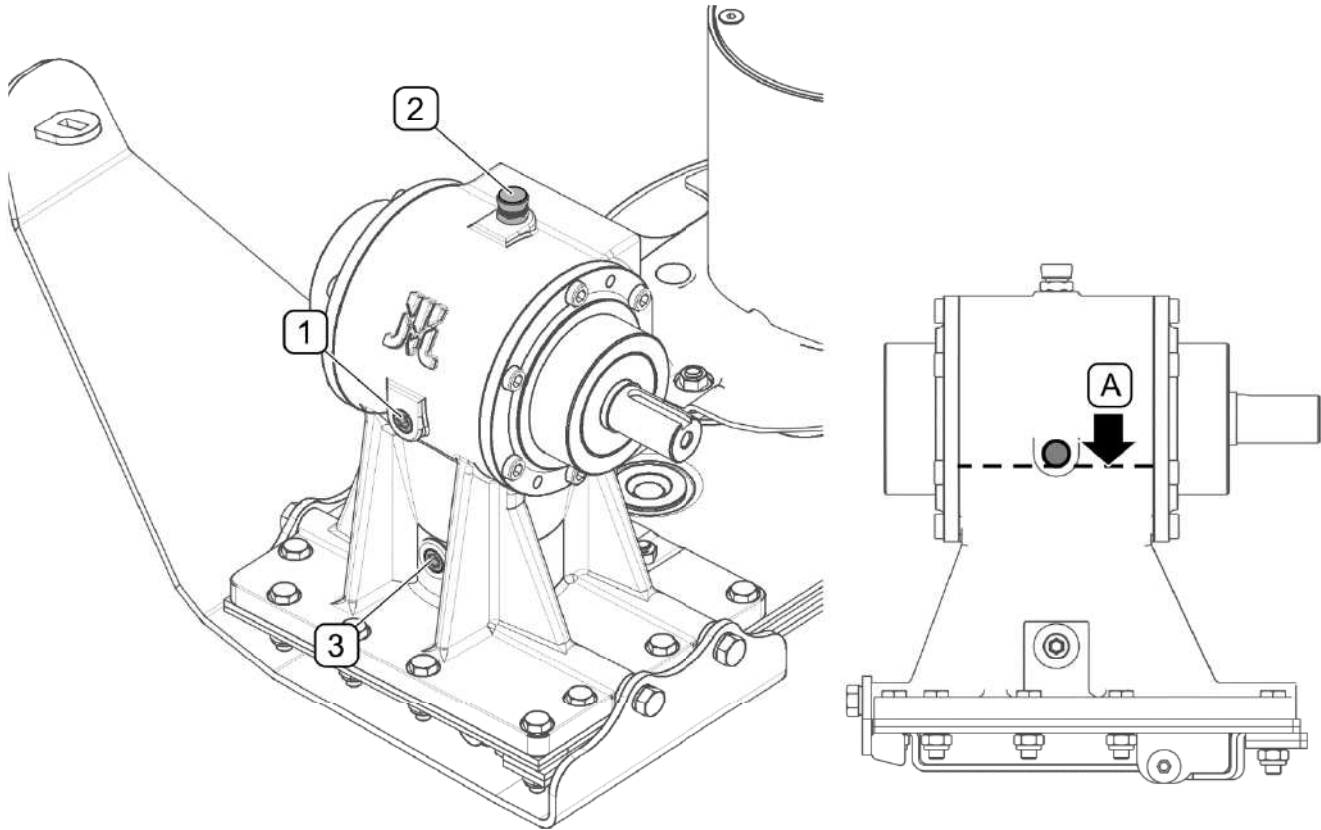

РИСУНОК 5.4 Проверка и замена масла в угловой передаче
- отвинтить контрольную пробку (1) (РИСУНОК 5.4),
- уровень масла должен достигать нижнего края отверстия пробки (1),
- отвинтить контрольную (1) и сливную пробки (3) (РИСУНОК 5.4),
- слить масло в подготовленную емкость и завинтить сливную пробку (3);
- заливать масло через пробку (2), пока не достигнет нижнего края контрольно-заливного отверстия.
- завинтить заливную (2) и контрольную (1) пробки.